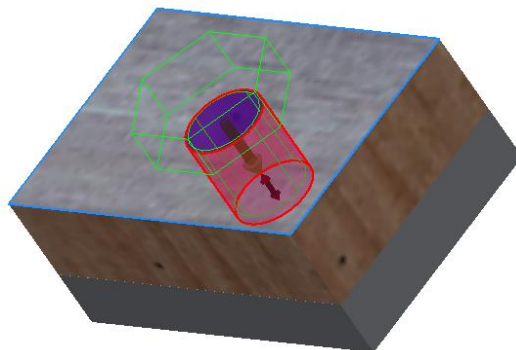

Рис. 3.69. Выбор отверстия под болт
4. Выберите кнопку «*Имеющееся отверстие*»  и укажите отверстие под болт (рис. 3.69).